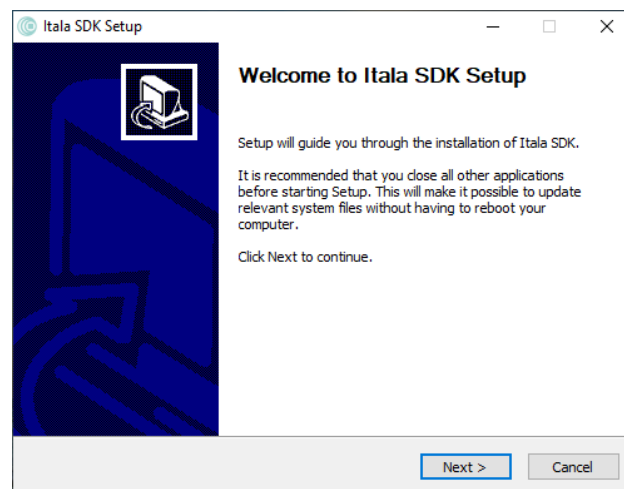

Figure 9: Finestra di impostazione Itala SDK.
2. Viene visualizzata la finestra di impostazione Itala SDK: assicurarsi di seguire le istruzioni elencate (Fig.9).